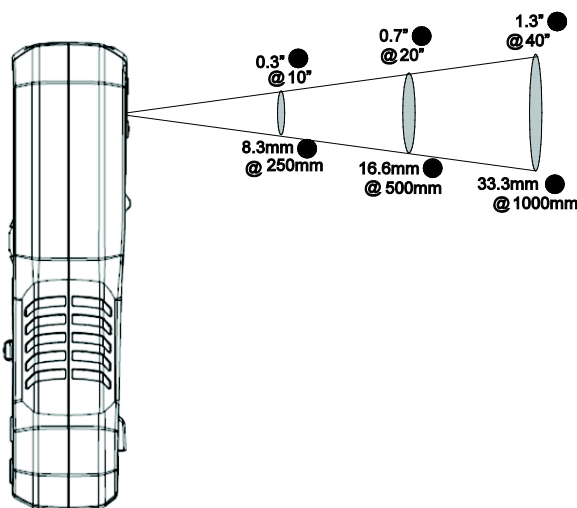

Bild 8-2 Avstånd till plats-förhållande 30:1
6. Avstånd till plats-förhållandet för kameran är 30:1, vilket innebär att mätpunkten är 30 gånger mindre än avståndet från mätaren till punkten (vid ett avstånd på 30 cm ser mätaren ett mål på 1 cm). Se **Bild 8-2**.